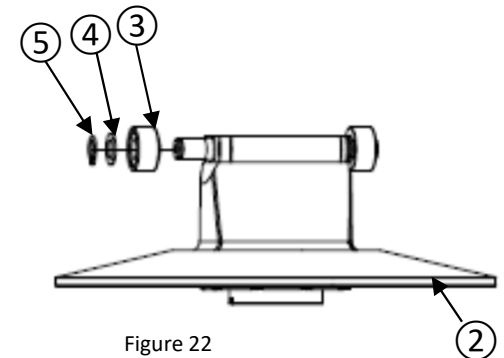

Figure 22
- Retirez les 2 rondelles ④ et les 2 rouleaux ③ du flasque coulissant ② (figure 22).